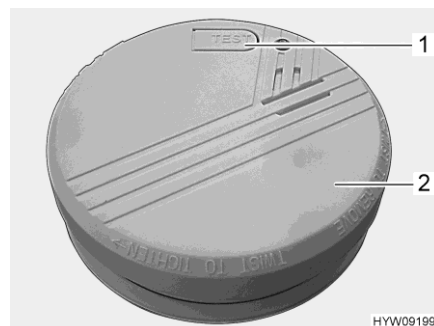

Fig. 61 Detector de humo
- Pulsar la tecla de prueba (Fig. 61,1) en el detector de humo (Fig. 61,2) hasta que suene el tono de alarma. El tono de alarma se dejará de sonar después de soltar la tecla de prueba.